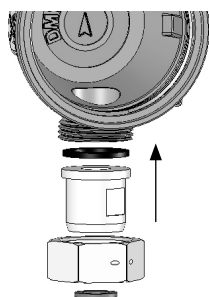

Bild 4 (Einlaufverschraubung)
- Einlaufverschraubung (*Bild 4*)